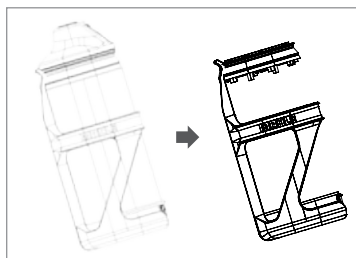

Figure 12
- Retirez le prolongateur d'autonomie de son support (figure 12).